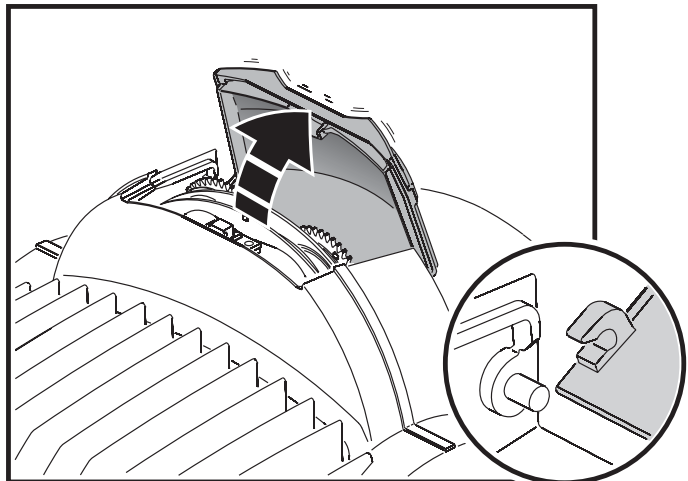

Bild 9: Abdeckklappe der Effekte
Die Abdeckklappe (siehe Bild 9) ermöglicht Ihnen den schnellen Zugriff auf die Gobos und Farbfilter des MAC 350 Entour.
2. Siehe Bild 9. Öffnen Sie die Abdeckung der Effekte.